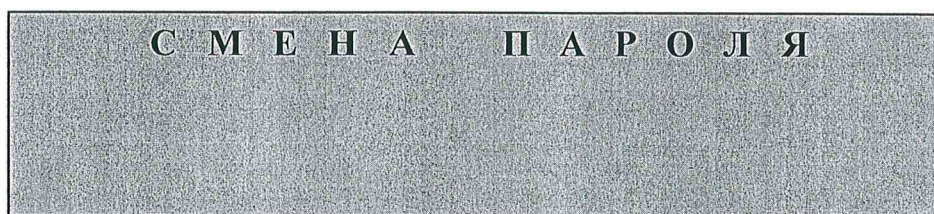

Рисунок 14 – Запрос смены пароля
7.8.3.3 Нажатием кнопки «РЕЖ» (поз. 4 на рис. 3) перевести виброгенератор в меню запроса смены пароля, при этом на ЖКИ будет выведен запрос, приведенный на рис. 14.